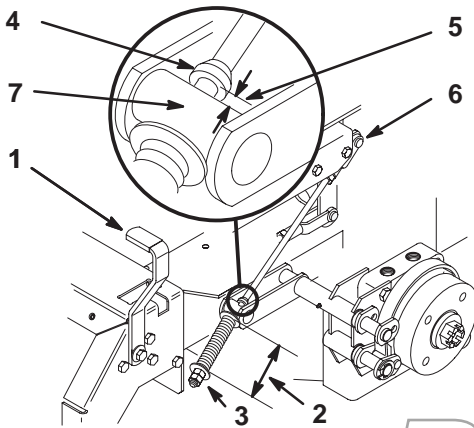

Figure 52
2. Mesurez la longueur du ressort. Les rondelles doivent être distantes de 70 mm (2-3/4") (Fig. 52).
3. Si un réglage est requis, desserrez l'écrou de blocage situé sous le ressort et serrez l'écrou directement au-dessous de la chape (Fig. 52). Vissez l'écrou jusqu'à ce que le ressort ait la longueur voulue. Serrez les deux écrous ensemble et répétez la procédure de l'autre côté de la machine.
6. Mesurez la distance entre le galet de tourillon et le collier sur la tige de frein. Elle doit être comprise entre 5 et 7 mm (3/16 et 1/4") (Fig. 52).
7. Si un réglage est requis, desserrez l'écrou de blocage situé juste au-dessous de la chape. Tournez les écrous de réglage inférieurs jusqu'à obtention de l'écart voulu (Fig. 52). Serrez l'écrou de blocage à la chape.